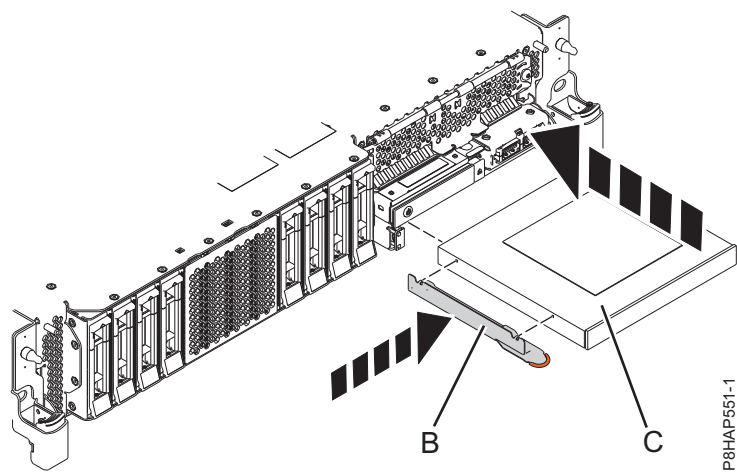
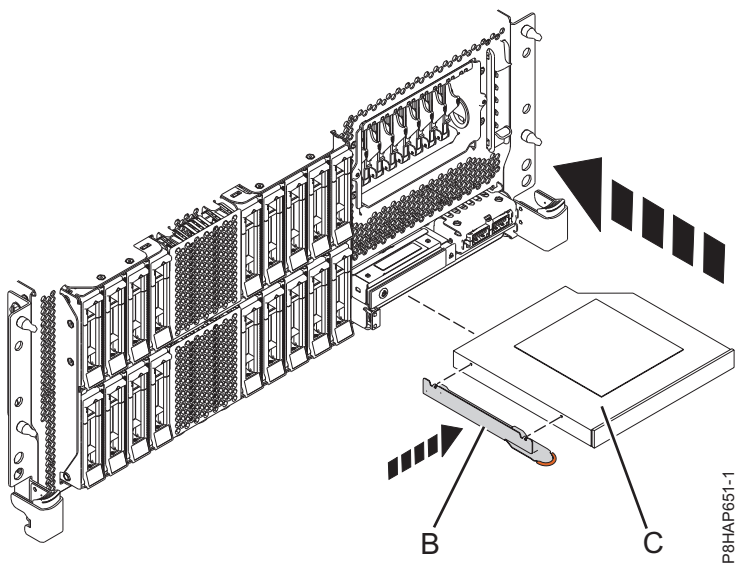
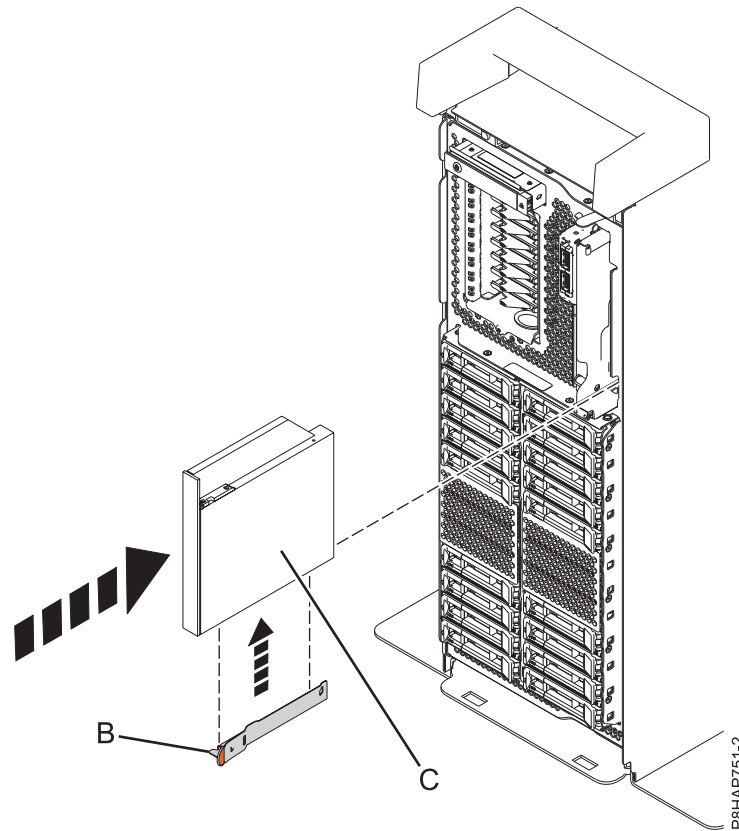

Figura 57. Sustitución de un dispositivo de soporte extraplano en un sistema 5148-21L, 5148-22L, 8247-21L, 8247-22L, 8284-21A o 8284-22A
Figura 58. Sustitución de un dispositivo de soporte extraplano en un sistema 8247-42L, 8286-41A o 8286-42A montado en bastidor
Figura 59. Sustitución de un dispositivo de soporte extraplano en un sistema autónomo
6. Conecte la abrazadera de retención **(B)** al nuevo dispositivo de soporte extraplano, como se muestra en la Figura 57 en la página 68 para un sistema 5148-21L, 5148-22L, 8247-21L, 8247-22L, 8284-21A o 8284-22A; la Figura 58 en la página 68 para un sistema 8247-42L, 8286-41A o 8286-42A montado en bastidor; o la Figura 59 en la página 69 para un sistema 8286-41A autónomo.
Para un sistema 5148-21L, 5148-22L, 8247-21L, 8247-22L, 8284-21A o 8284-22A, consulte la Figura 57 en la página 68; para un sistema 8247-42L, 8286-41A o 8286-42A montado en bastidor, consulte la Figura 58 en la página 68; o bien, para un sistema 8286-41A autónomo, consulte la Figura 59 en la página 69.